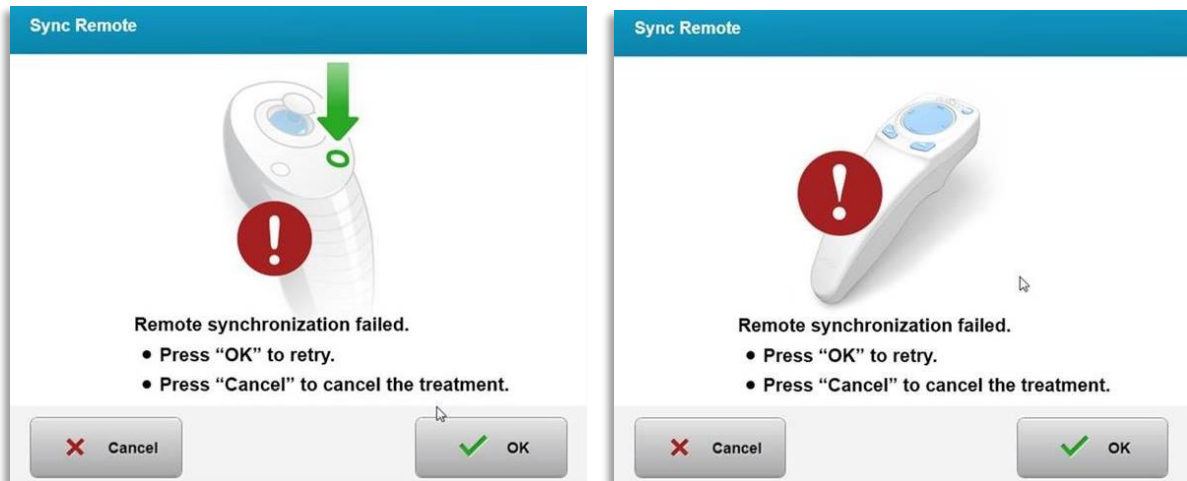

Figura 3-18. O processo de sincronização expirou
- Se o botão de sincronização não for premido no período de 15 segundos, irá aparecer uma mensagem indicando “Sincronizar Controlo remoto de alinhamento” no ecrã como mostrado na figura 3-18.